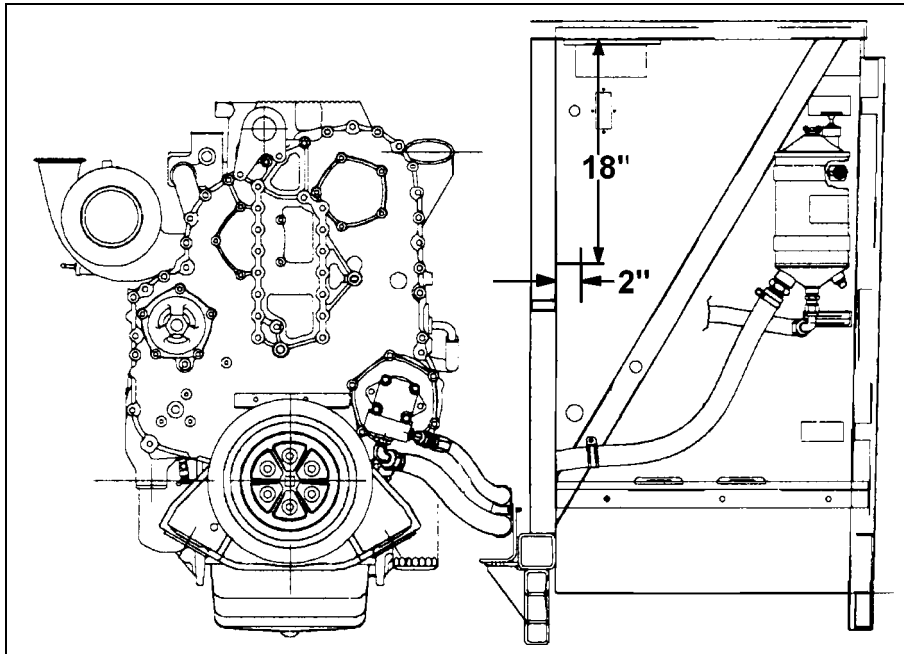

FIGURE 1: EMLACEMENT DU PERÇAGE
1. Ouvrir la porte d'accès au côté droit du moteur et la porte du compartiment principal d'alimentation. À partir du compartiment moteur, percer deux trous dans la paroi séparant les deux compartiments en se servant du capteur comme gabarit. Percer à environ 2 po du côté gauche de la paroi et 18 po du haut en s'assurant de ne rien endommager dans le compartiment principal d'alimentation (voir fig. 1).